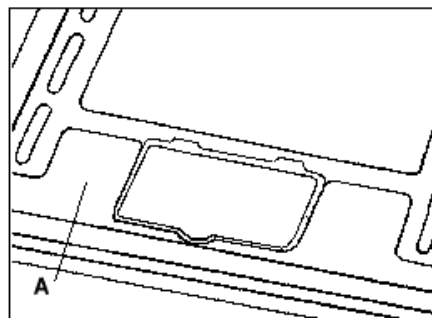

fig. 18
2. Retirez la sole A (fig. 18).